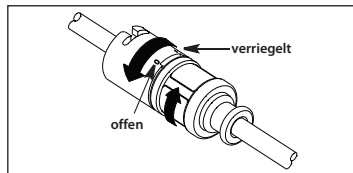

Abbildung 9
b. Wenn ein Katheter-Kontaminationsschutz mit TwistLock Adapter verwendet wird, die obere Hälfte des distalen Ansatzes im Uhrzeigersinn drehen, um den Katheter zu arretieren. Das proximale Ende des Katheterschutzes wie gewünscht umpositionieren. Zum Arretieren die obere und untere Hälfte entgegengesetzt drehen. Den Adapter durch leichtes Ziehen am Katheter testen, um sicherzustellen, dass der Katheter gut festgehalten wird (siehe Abbildung 9).